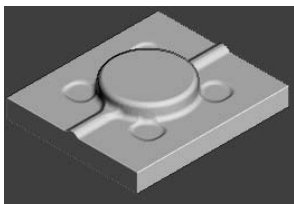

图 3-148 仿真加工结果
2) 在“仿真”工具栏的“当前刀具路径”下拉列表中选择要模拟的刀具路径 rough，然后单击“执行”按钮，系统开始自动仿真加工，仿真加工结果如图 3-148 所示。